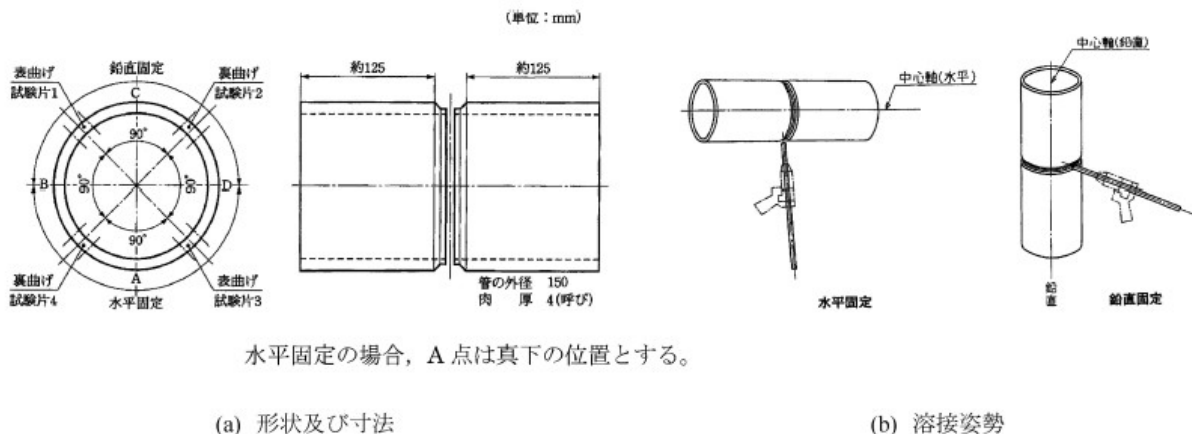

図 1 第 1 種：ティグ溶接，固定管の試験材の形状，寸法(a)及び溶接姿勢(b)
競技参加者は次の各項に従って、図 1～3 に示す作品を作製すること。
- (1) 競技種目は、次の 3 種目とし、形状、寸法等は図 1～3 に示す。
- (1) 競技開始及び終了時刻は実行委員の合図による。
- (2) 競技開始の合図があるまでは、電流調整及びタック溶接を含む溶接作業に入ってはならない。ただし、ミグ溶接の場合、ワイヤ送給の点検は認めるが、速やかに実施すること。
- (3) 練習用材料は各自が持参したものを使用する。
- (4) 作業台及びジグにはアークを出してはならない。
- (5) 競技中は実行委員の指示に従うこと。
- (6) 競技中他の競技者の邪魔をしないこと。また、工具の貸借をしてはならない。
- (7) タック溶接は板の場合は試験材の両端面から 15mm 以内、管の場合は図 1 の (a) の A、B、C 及び D の 4 箇所各 10mm 以内で行うこと。
- (8) 溶接は表面からのみ行い、裏面から行ってはならない。ただし、タック溶接は裏面に行ってもよい。曲げ試験片の採取位置は、JIS Z 3811 (アルミニウム溶接技術検定における試験方法及び判定基準) による。
- (9) 溶加材は、必要量使用し、無駄をしないように努力する。
- (10) 試験材は、正しく水平又は鉛直の位置に置き、本溶接を開始する前に、実行委員の確認をうけること。
- (11) 溶接層数と積層手順は(12)項以外は自由とする。
- (12) 板の立向及び横向試験材は溶接を開始してから終了するまで、試験材の上下又は左右の向きを変えてはならない。管の鉛直固定及び水平固定は溶接を開始してから終了するまで、試験材の上下及び左右を途中で変えてはならない。ただし、ジグからはずして層間の清掃、水冷をすることは差支えない。
- (13) 溶接による角変形 (ひずみ) は、溶接途中、溶接後矯正してはならない。
- (14) 溶接後の作品及び冷し金の清掃を行うこと。清掃は、ワイヤブラシを用いて行い、サンドペーパー、やすり等を用いてはならない。
- (15) 作品が完成したら、アルゴンガスボンベの元栓を“閉”としゲージの針を0点まで必ず下げ、溶接機のスイッチを切る。水冷機の場合は冷却水循環装置のスイッチも切る。競技の終了は、作品と作業場の清掃を行い、実行委員に終了の報告をし、作業場を退出したときとする。その後すみやかに作品を提出する。一旦提出された作品は返却しない。
- (16) 競技参加者は3.2に記した服装及び保護具を正しく着用し、不安全状態及び不安全行為があってはならない。違反した場合は減点及び失格となる。
- (17) ここで規定されていない事項については、LWS A 0004（アルミニウム溶接技能者の資格認証基準）による。